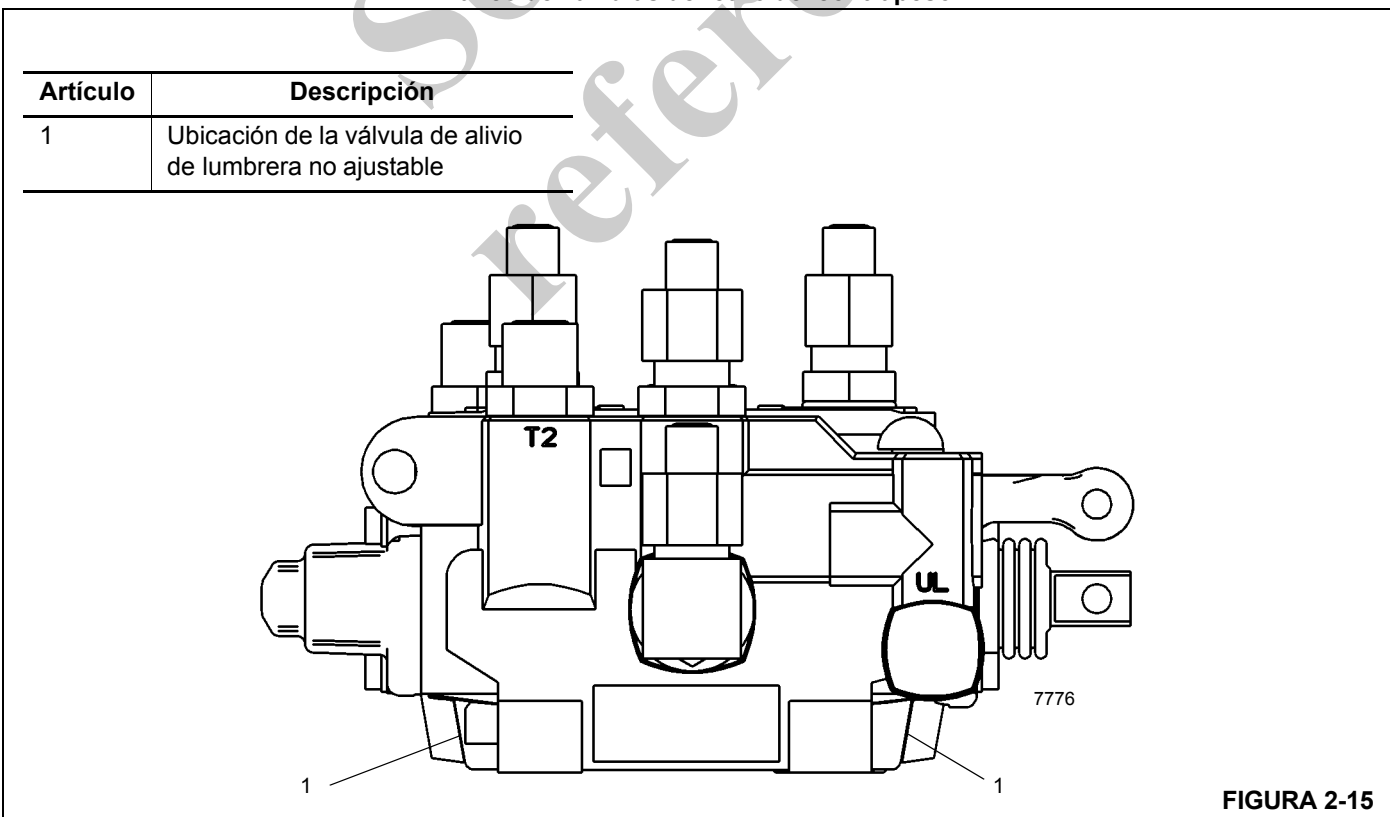

FIGURA 2-15
el adaptador de la lumbrera de cada cilindro (vea la Figura 2-15).
3. Arranque el motor y hágalo funcionar a ralentí. Intente bajar el cilindro de contrapesos izquierdo. El manómetro deberá indicar  $1000 \pm 100$  psi. En caso contrario, sustituya la válvula de alivio, puesto que no puede ajustarse (vea la Figura 2-15).
7. Arranque el motor y hágalo funcionar a ralentí. Intente elevar el cilindro de contrapesos izquierdo. El manómetro deberá indicar  $1800 \pm 100$  psi. En caso contrario, sustituya la válvula de alivio, puesto que éstas no pueden ajustarse (vea la Figura 2-15).